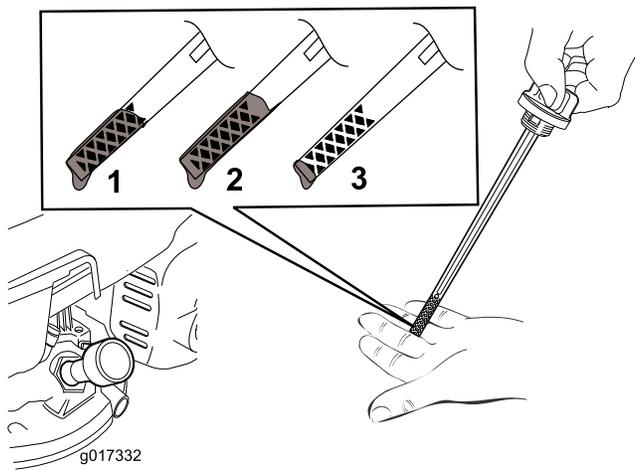

Рисунок 12
5. Для того, чтобы правильно определить уровень масла на масломерном щупе, см. Рисунок 12.
**Примечание:** Заливайте масло в картер двигателя до тех пор, пока масломерный щуп не покажет, что достигнут нужный уровень масла в двигателе, как показано на Рисунок 12. В случае перелива слейте некоторое количество масла из двигателя, как описано в разделе «Замена моторного масла».